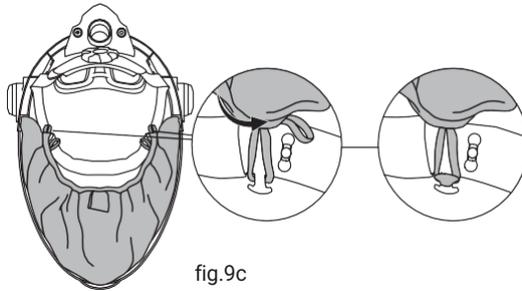

fig.9c
- Accrochez les bandes élastiques intérieure et extérieure des deux côtés sur le crochet en "T" pour fixer le tout (voir fig. 9c).